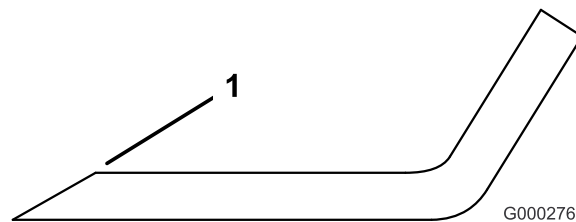

Figura 88
3. Controllate i taglienti di tutte le lame, e affilatele se fossero ottusi o scheggiati. Affilate soltanto la parte superiore del tagliente e mantenete l'angolo di taglio originale per garantire l'affilatezza (Figura 88). La lama rimane bilanciata soltanto se viene rimossa una quantità uguale di metallo da entrambi i taglienti.